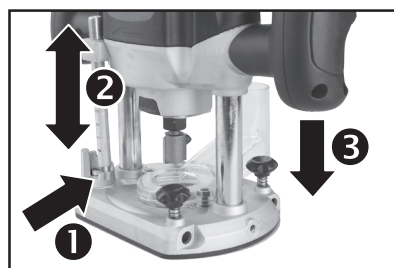

Abb. 14
3. Lösen Sie die Feststellschraube des Tiefenanschlags und messen Sie die erforderliche Frästiefe, indem Sie den Fräser in Richtung der Utnerlage am Tiefenanschlag drücken (Abb.14).